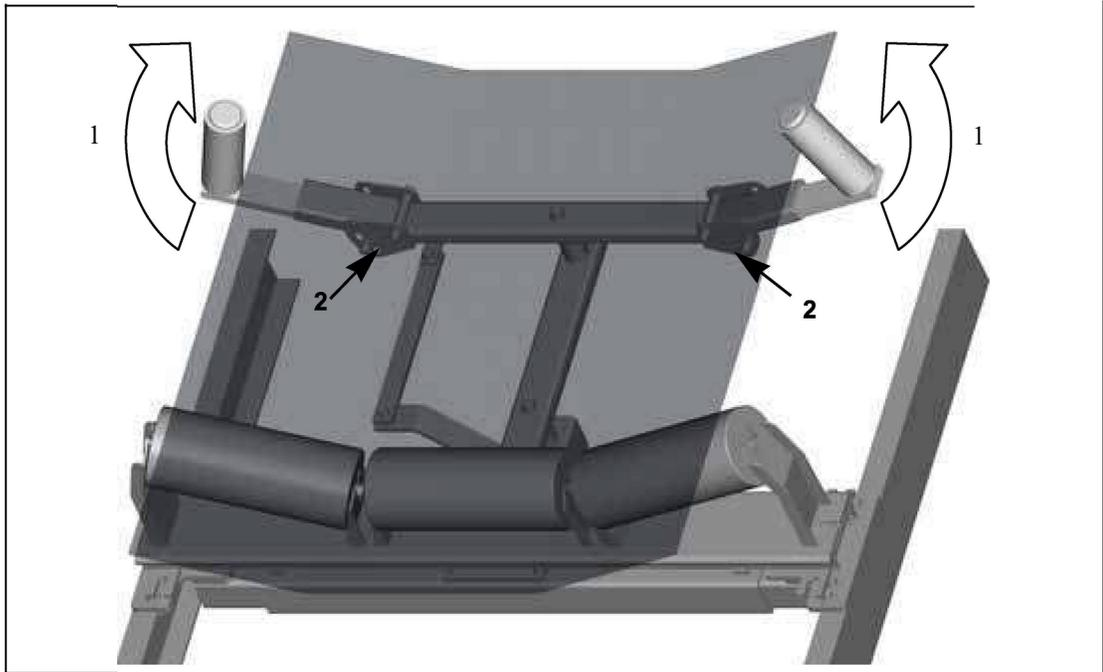

Fig. 24: Colocación de la unidad de rodillos sensores
13. Ajuste la unidad de rodillos sensores (1, Fig. 24) de manera que quede perpendicular a la banda transportadora y fíjela con los tornillos de sujeción (2, Fig. 24).